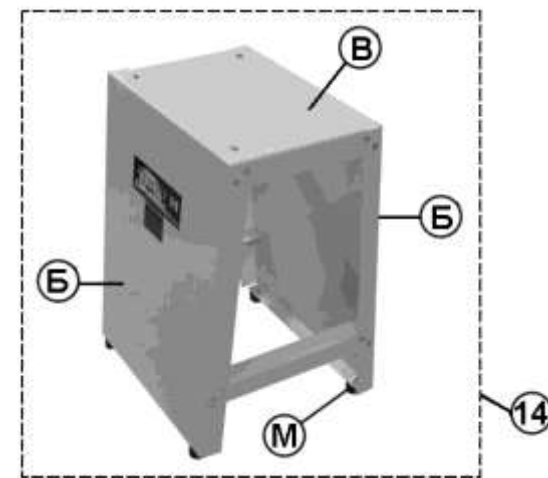

Рис.3
8.1. Сборка основания (Рис.3)
8.1.3. Установите четыре резиновые подушки (14) на основание (1), Рис.3.